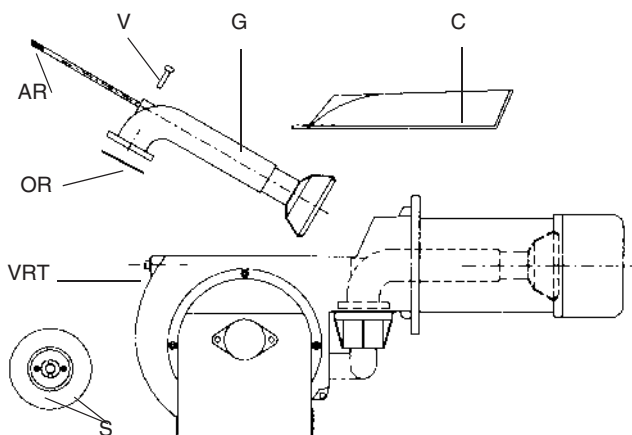

Рис. 28
- Демонтируйте, проверьте и почистьте головку сгорания (см. Рис. 28).